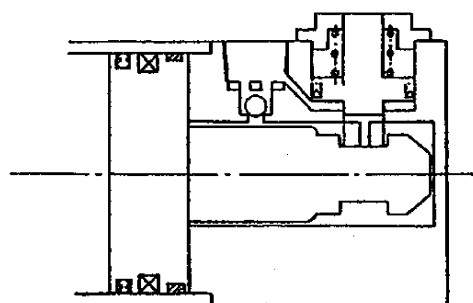

図2
- (b) さらにシリンダのピストンがストロークエンドに近づき、スリーブの溝⑥がストップパピストンの位置まで来るとストップパピストンはスプリング④によって押し戻されストップパピストンが溝に入り込みロックされます。(図2)